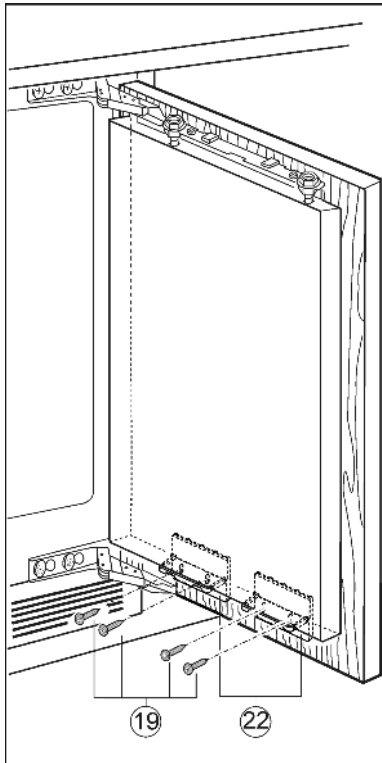

Fig. 19
- ▶ Прикрутіть дверцята пристрою гвинтами Fig. 19 (19) через кутики кріплення Fig. 19 (22) до дверцят шафи.